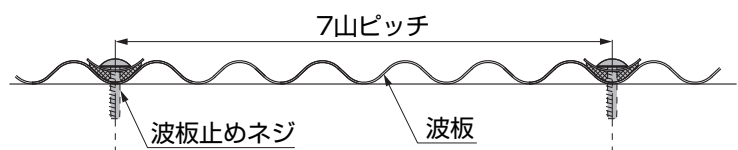

図5-7 波板固定ピッチ
- 波板は谷部で固定してください。(7山ピッチ) (図5-7参照)